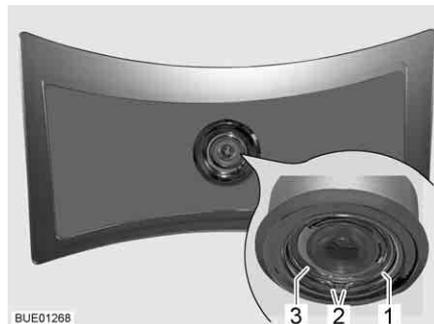

Bild 200 Deckenleuchte
- Federring (Bild 200,1) an den beiden Enden (Bild 200,2) zusammendrücken und abnehmen.
- Gehäuse (Bild 200,3) mit LED aus Leuchte herausnehmen.